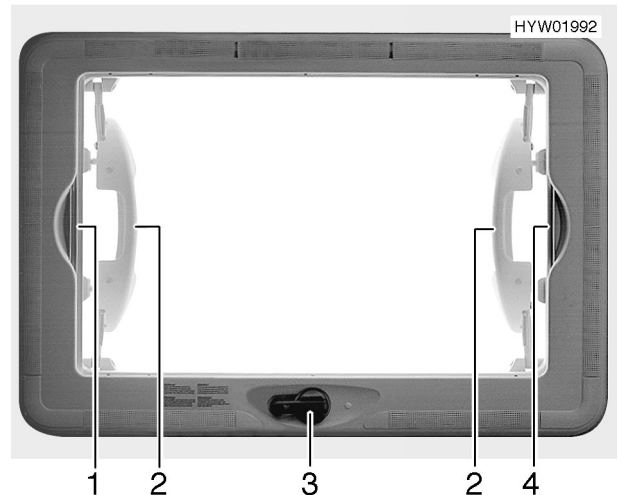

Bild 42 Hebe-Kippdach
- Handkurbel (Bild 42,3) drehen, bis Widerstand spürbar ist (max. Öffnungswinkel 70°).
- ▲ Das Hebe-Kippdach darf nur mit beiden Händen an den Griffen (Bild 42,2) bedient werden.
- Das Verdunklungsrollo am Griff (Bild 42,1) zum gegenüberliegenden Griff des Insektenschutzrollos (Bild 42,4) ziehen und einrasten lassen.
- Insektenschutzrollo am Griff (Bild 42,4) zum gegenüberliegenden Griff des Verdunklungsrollos (Bild 42,1) ziehen und einrasten lassen.
- Insektenschutzrollo am Griff (Bild 42,4) langsam zurückführen.